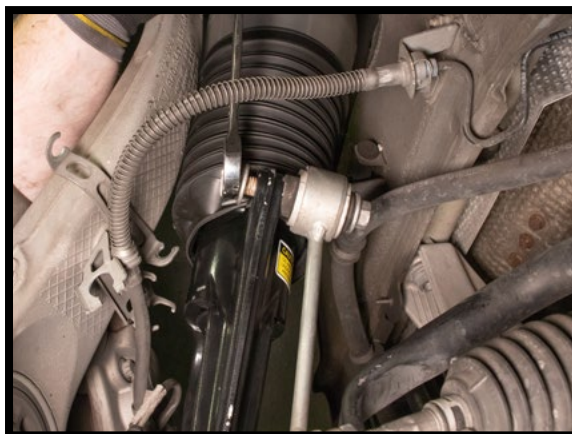

图19
3. 重新装上横向稳定杆连杆。重新安装横向稳定杆连杆螺母，按照制造商的规范拧紧。(图19)